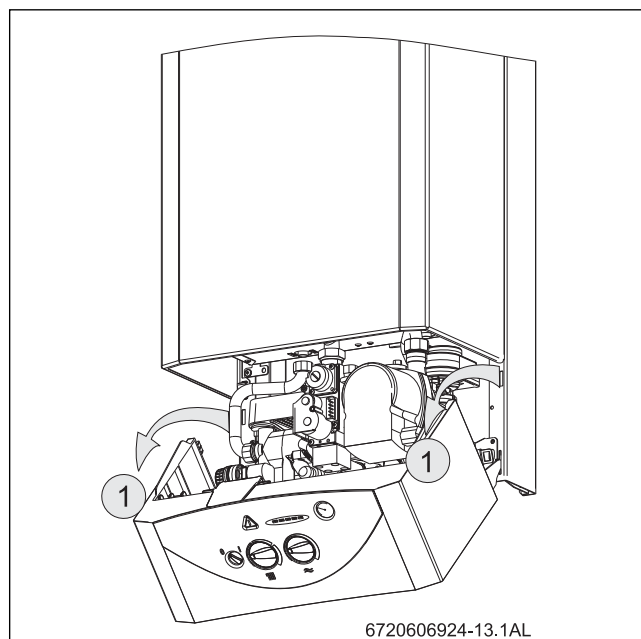

Fig. 22 Posição de serviço para ajustes do gás
- ▶ Desligar o interruptor principal (O) do aparelho.
- ▶ Baixar o painel de comandos para a posição de serviço (ver Fig. 22).
- ▶ Deasapertar o parafuso obturador (3) e ligar o manómetro de tubos em U à união de pressão.